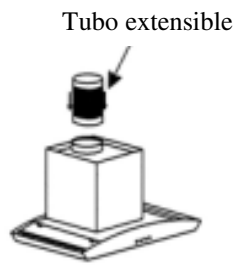

Fig.3
3.3 Fije el tubo extensible de acuerdo con la posición pretendida y a continuación coloque el Exhaustor en el soporte. Vea fig.3.